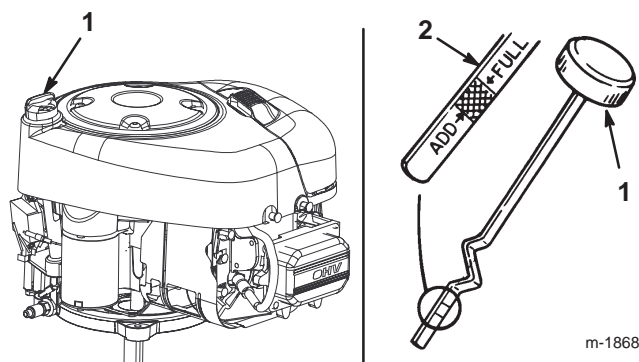

Bild 17
8. Reinigen Sie den Bereich um den Ölpeilstab (Bild 17), damit kein Schmutz in den Einfüllstutzen gelangen und den Motor beschädigen kann.
9. Schrauben Sie den Ölpeilstab los und wischen Sie das Metallende ab (Bild 17).
10. Schrauben Sie den Ölpeilstab vollständig in den Einfüllstutzen (Bild 17). Schrauben Sie den Peilstab wieder los und kontrollieren das Metallende. Gießen Sie, wenn der Ölstand zu niedrig ist, nur so viel Öl langsam in den Einfüllstutzen, dass der Ölstand die Voll-Marke am Peilstab erreicht.
13. Gießen Sie ca. 80 % der angegebenen Ölmenge langsam in den Einfüllstutzen (Bild 17). Kontrollieren Sie den Ölstand; siehe „Prüfen des Ölstands“ auf Seite 22, Schritte 4 und 5.